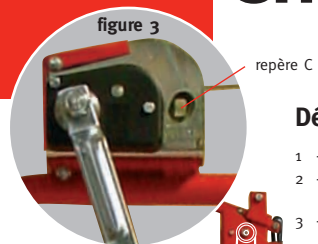

figure 3
- 1 - Dérouler le surplus de câble du treuil (figure 3).